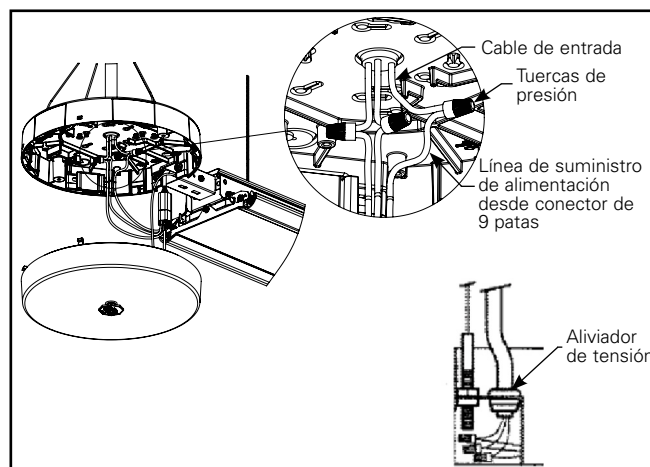

Figura 9.
7. Con conectores de cables aprobados, conecte los cables de alimentación y atenuación, el cable del sensor al paquete de alimentación o el cable del interruptor de prueba de EM (Figura 9). Fije la alimentación de energía con el aliviador de tensión. Confirme que todas las conexiones de cableado sean correctas.